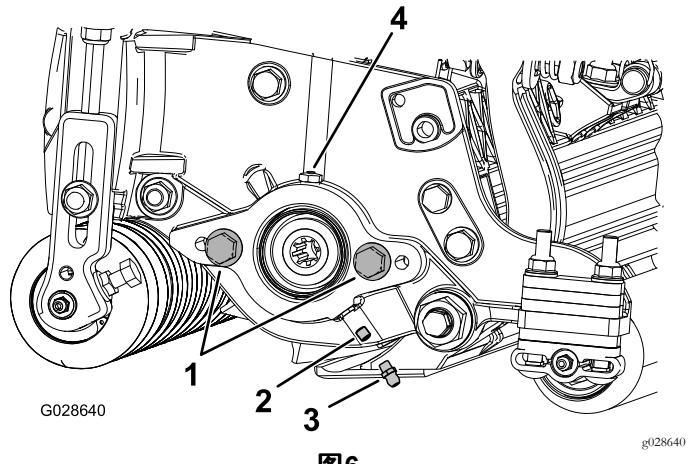

图6
1. 拆下并丢弃滚刀马达侧板上的固定螺丝 图6。
2. 安装直通黄油嘴 图6。
3. 如果滚刀马达侧板上没有平头螺丝请安装图6。
5. 安装滚刀马达润滑侧板直至多余的润滑脂流出润滑孔图6。